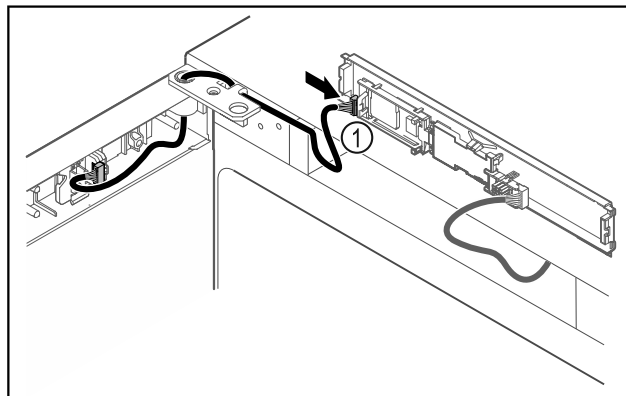

Fig. 45
- ▶ Natakните utikač Fig. 45 (1) na tiskanu pločicu.